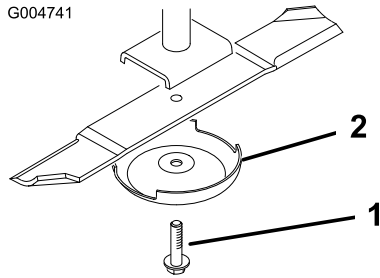

Figura 83
2. Sujete el extremo de la cuchilla usando un paño o un guante grueso. Retire del eje de la cuchilla el perno de la cuchilla, el protector de césped y la cuchilla (Figura 83).